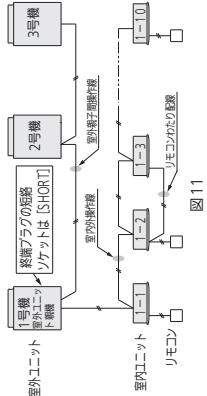

図 11
- 1冷媒系統の場合は、1か所の終端プラグを「[SHORT] (出荷時のまま)」にする。(S-LINK アダプターは「[ON]」にする) (図11)